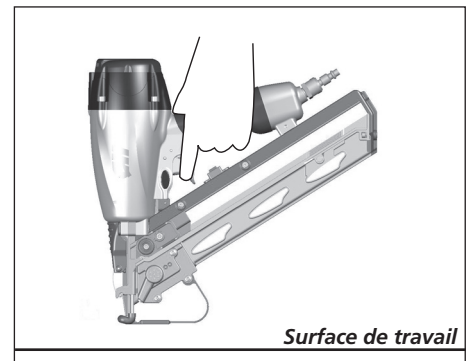

Figure 17
6. Retirer la cloueuse de la surface de travail. La PC doit revenir à sa position originale vers le bas. Tirer la gâchette (voir la Figure 17) La cloueuse **NE DOIT PAS ÊTRE EN MARCHÉ**. Ne pas utiliser l'outil s'il fonctionne en le relevant de la surface de travail. Des blessures pourraient en résulter.